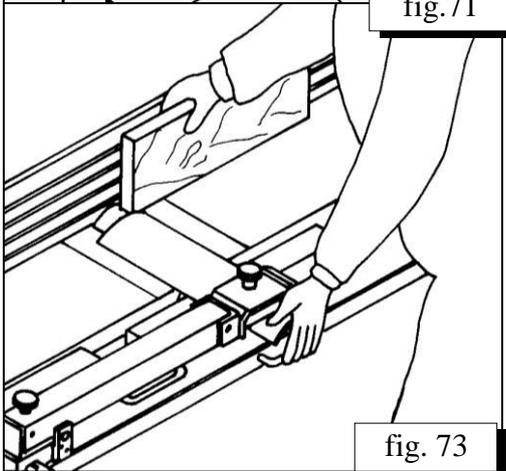

fig. 73
**Préparation au jointurage (fig. 73)**